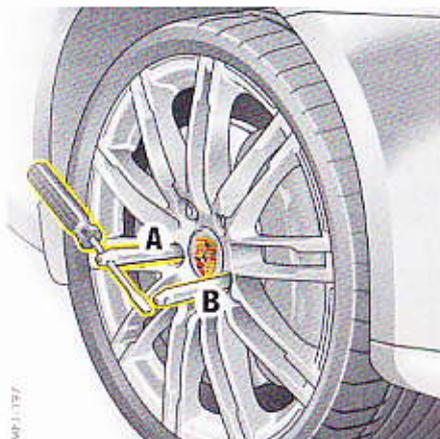

Fig. 198 : Auxiliaire de montage
1. Pour les véhicules sans PCCB : dévissez la vis de roue **A** (Fig. 198).
- Véhicules avec PCCB : dévissez les vis de roue **A** et **B** (Fig. 198).
2. Vissez le(s) auxiliaire(s) de montage à la place de la vis de roue **A** et le cas échéant **B** (Fig. 198).